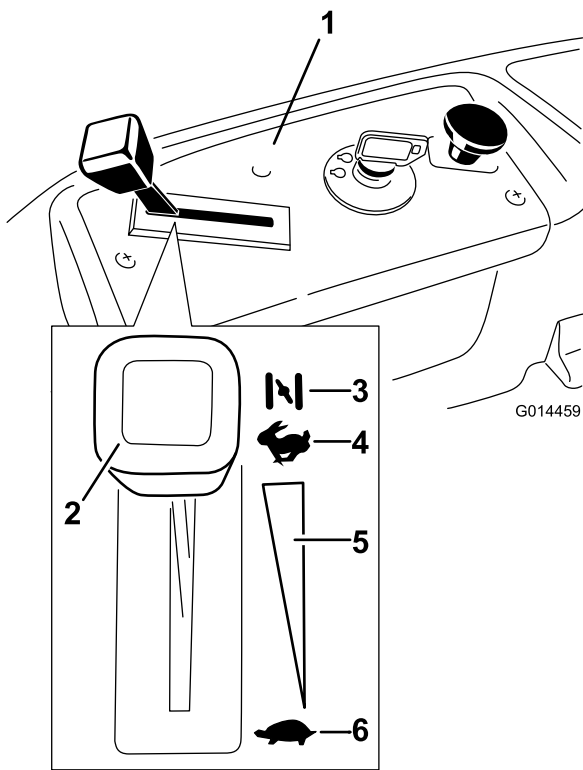

Bild 12
3. Stellen Sie den Gasbedienungshebel auf Choke (Bild 12), bevor Sie einen kalten Motor anlassen.
5. Schieben Sie den Gasbedienungshebel, sobald der Motor angesprungen ist, auf Schnell (Bild 12). Stellen Sie, wenn der Motor aussetzt oder unregelmäßig läuft, den Gasbedienungshebel für ein paar Sekunden wieder zurück auf Choke. Wiederholen Sie diesen Vorgang nach Bedarf.
3. Stellen Sie den Zündschlüssel auf Aus“ (Bild 12) und ziehen Sie ihn ab.